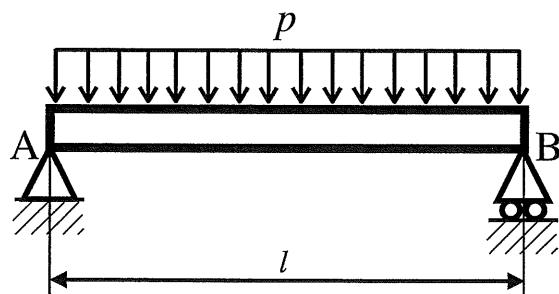

図3
3. 図3のように、単位長さあたりの荷重が p である等分布荷重を受ける支間長が l の単純支持はりがある。曲げ剛性 EI は、はり全長に渡って一定とする。以下の問い合わせに答えよ。